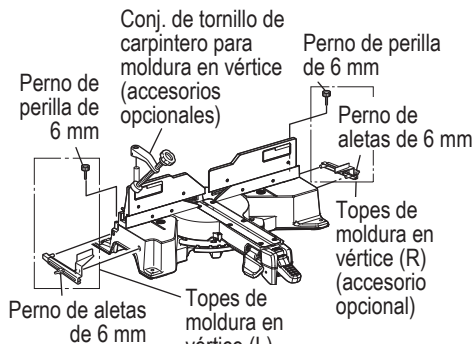

Fig. 43-a
- (1) Las topes de moldura en vértice (L) y (R) (accesorios opcionales) permiten facilitar los cortes de la moldura en vértice, sin inclinar la hoja de sierra. Instálelos en ambos lados de la base, tal y como se muestra en la Fig. 43-a. Tras insertarlos, apriete los pernos de perilla de 6 mm para asegurar los topes de la moldura en vértice.